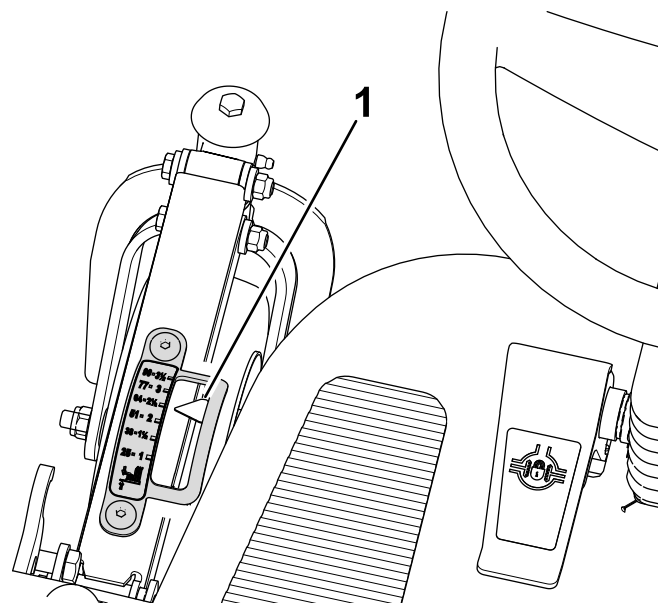
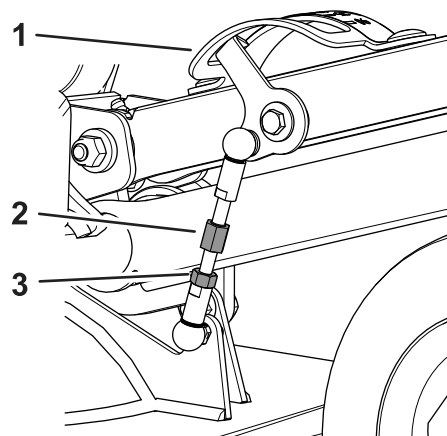

図 104
図 105
2. 運転席に座って刈高インジケータの示す位置を調べる図 104。
- A. 刈高リンクを固定しているジャムナットをゆるめる図 105。
- B. 運転席から見たときにポインタが 64 mm を指すように、リンクを回して調整する図 104 と図 105。
- C. ジャムナットを締める図 105。